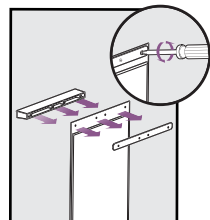

FIG. 17
4. Coloque un nuevo batiente de vinilo y ubíquelo en las posiciones horizontal y vertical de forma que se ajuste al marco de la puerta. Coloque de nuevo la varilla existente y apriete los tornillos (Fig. 17).